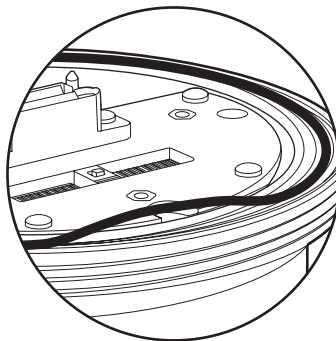

Figura 3. Aplique una pequeña cantidad de lubricante sobre la junta O-ring e instálela
5. Aplique una cantidad pequeña de lubricante para O-rings (suministrado) a la junta O-ring, y luego instale la junta O-ring en el borde del módulo de energía (consulte la Figura 3).